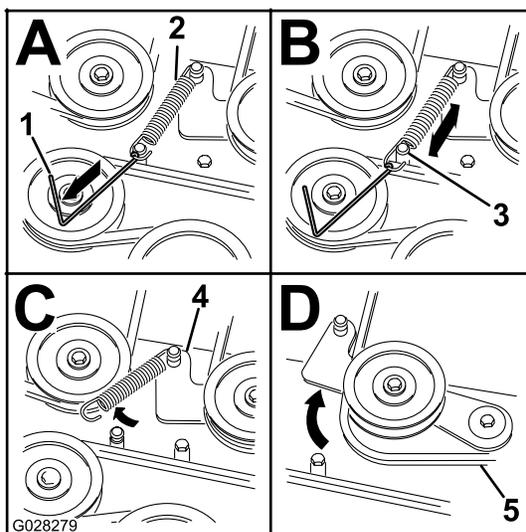

Figure 66
7. À l'aide d'un outil de dépose de ressort (réf. Toro 92-5771), décrochez le ressort de tension de l'ergot sur le tablier pour éliminer la tension sur la poulie de tension (Figure 66).
10. Acheminez la courroie neuve autour des poulies du tablier de coupe et de la poulie d'embrayage, sous le moteur (Figure 66).
11. À l'aide d'un outil de dépose de ressort (réf. Toro 92-5771), accrochez le ressort de tension à l'ergot situé sur le tablier, ce qui a pour effet d'exercer une tension sur la poulie de tension et la courroie du tablier de coupe (Figure 66).